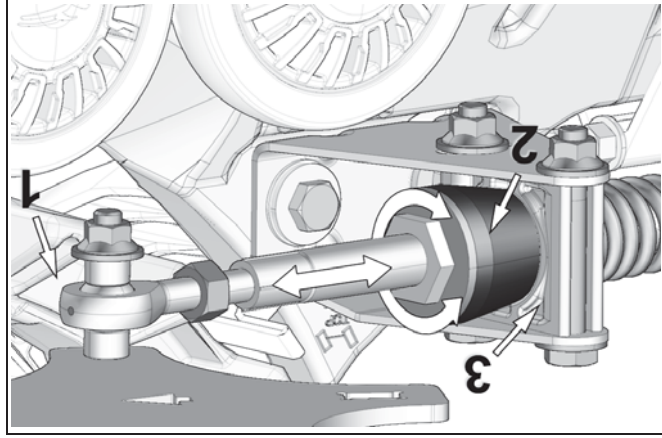

Figure 13
- Ajuster la longueur de l'embout à rotule (1) en tournant l'écran au bras stabilisateur jusqu'à ce que le cône de caoutchouc (2) entre légèrement en contact avec le support pivotant (3). Voir la Figure 13.